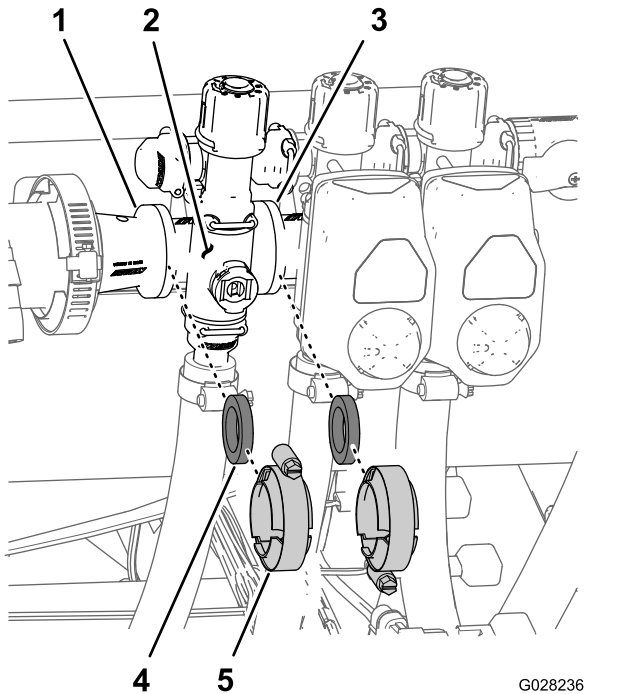

Figure 73
1. Déposez les colliers et les joints qui fixent le collecteur de la vanne de section (Figure 73) à la vanne de section adjacente (s'il s'agit de la vanne de section gauche, et accouplement réducteur).